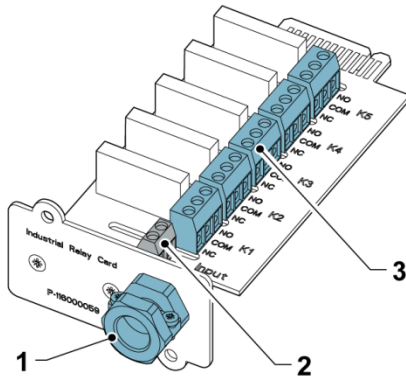

Рисунок 32: Реле
10. Для проверки реле необходимо выбрать любой из параметров в режиме тестирования (см. *рис. 32: Реле*).